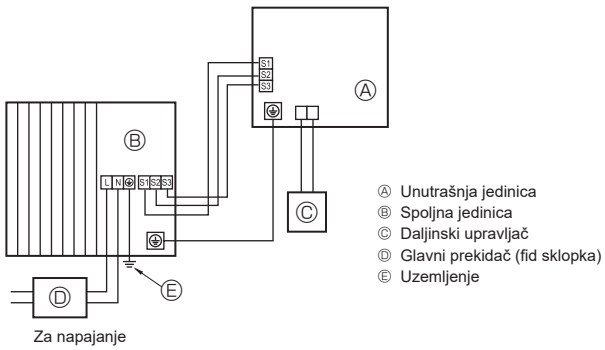
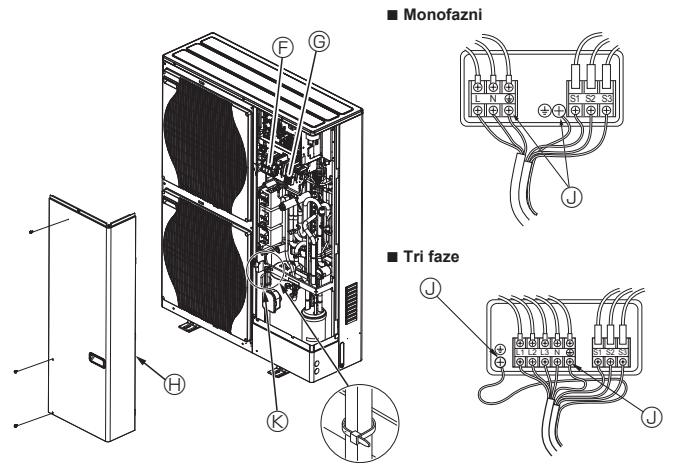

Fig. 5-1
Fig. 5-2
### 5.1. Spoljna jedinica (Fig. 5-1, Fig. 5-2)
- ① Skinite ploču za servisiranje.
- ② Povežite žice prema Fig. 5-1 i Fig. 5-2.